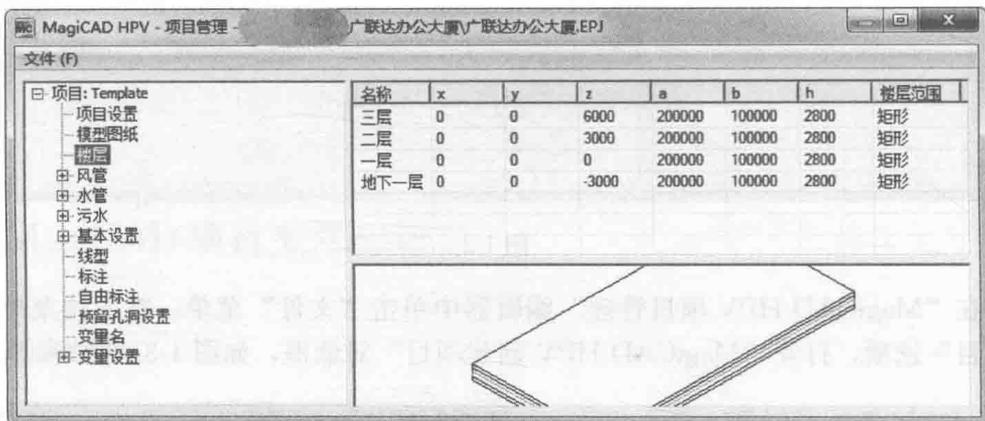
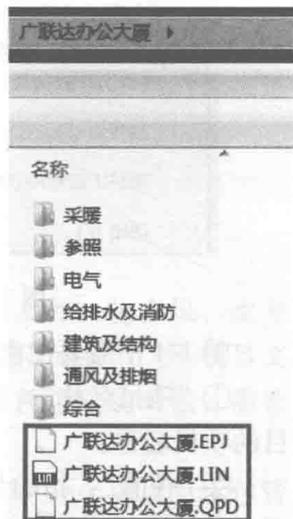

图 1-5
图 1-6
3) 单击图 1-4 中的“确定”按钮后，即会自动打开新建的该项目的 MagiCAD HPV 项目文件，如图 1-5 所示。同时会在项目文件夹下生成三个文件“*.EPJ 文件、*.LIN 文件、*.QPD 文件”，这三个文件就是该项目所有风、水专业共用的项目管理文件，如图 1-6 所示。